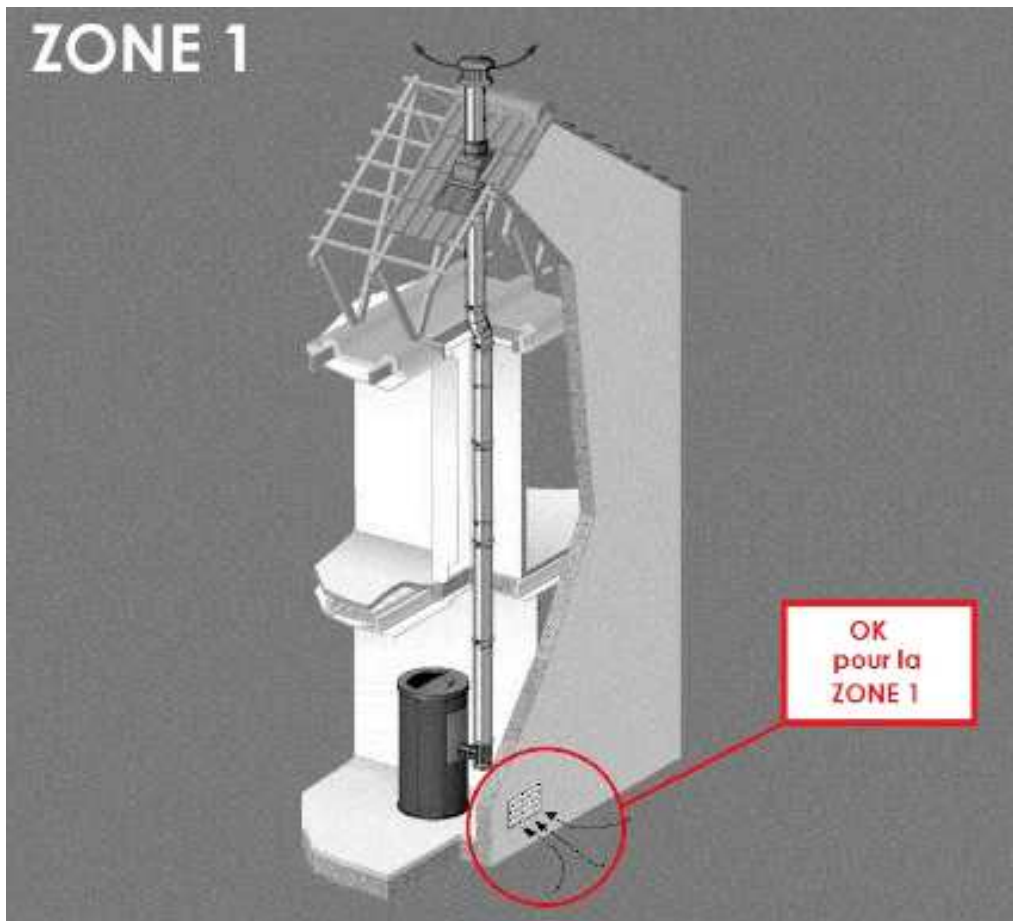

Fig. 15 - Installation possible pour tous les poêles (ZONE 1)
- L'afflux d'air entre l'extérieur et la pièce peut se produire directement, à travers une ouverture dans les murs extérieurs de la pièce (solution conseillée voir Fig. 15)
**ATTENTION AU VENT DOMINANT !** Le tirage « naturel » de votre conduit de fumée qui a été consolidé/confirmé par le ramoneur reste sujet aux variations climatiques, comme par exemple Fig. 15 le vent (dominant) qui ajoute ou enlève du tirage au conduit. Par conséquent, ces variations peuvent causer des alarmes de dépression de la part du logiciel du poêle (voir le chapitre dédié aux alarmes). L'installation en Zone3 est la typologie d'installation la plus sensible aux vents dominants et aux autres facteurs climatiques.